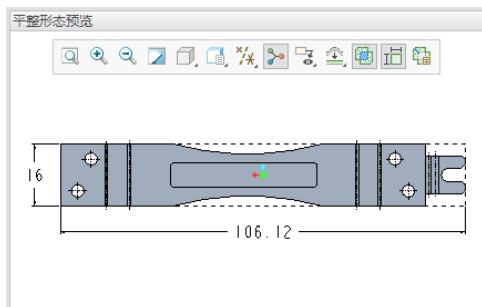

图 3-71 使用“平整形态预览”窗口
(6) 扩展学习：在什么情况下可以使用“平整形态预览”窗口？在“图形”工具栏中单击 （平整形态预览）按钮，将打开一个“平整形态预览”窗口，如图 3-71 所示，在该窗口中会出现以下 4 个按钮，请研习它们的使用方法。